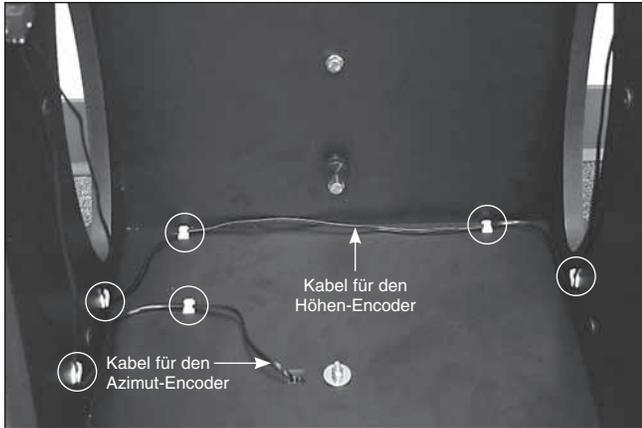

Abbildung 13. Verlegen Sie das Kabel mit Hilfe der Kabelklemmen sicher und ordentlich an der Basis.
21. Verlegen Sie die Kabel für Höhen- und Azimut-Encoder mit den Kabelklemmen aus dem IntelliScope-Bausatz sicher und ordentlich an der Basis. Wir empfehlen, zwei Klemmen für das (kürzere) Kabel des Azimuth-Encoders und vier Klemmen für das (längere) Kabel des Höhen-Encoders zu verwenden (Abbildung 13). Die Klemmen besitzen eine selbstklebende Rückseite. Entfernen Sie einfach das Papier auf der Rückseite der Klemmen, und drücken Sie die selbstklebende Rückseite an die Stelle der Basis, an der die Klemme befestigt werden soll.
25. Befestigen Sie den Handgriff (M) mit den zwei Schrauben zum Befestigen des Handgriffs an der Frontplatte (B). Schieben Sie auf jede Schraube eine Unterlegscheibe zum Befestigen des Handgriffs, und drücken Sie den Handgriff dann gegen die Frontplatte. Die Seite des Handgriffs mit dem Orion-Logo sollte dabei nach oben weisen. Drehen Sie die Schrauben mit dem mitgelieferten Rollgabelschlüssel von innen durch die Frontplatte in den Handgriff, und ziehen Sie sie fest.